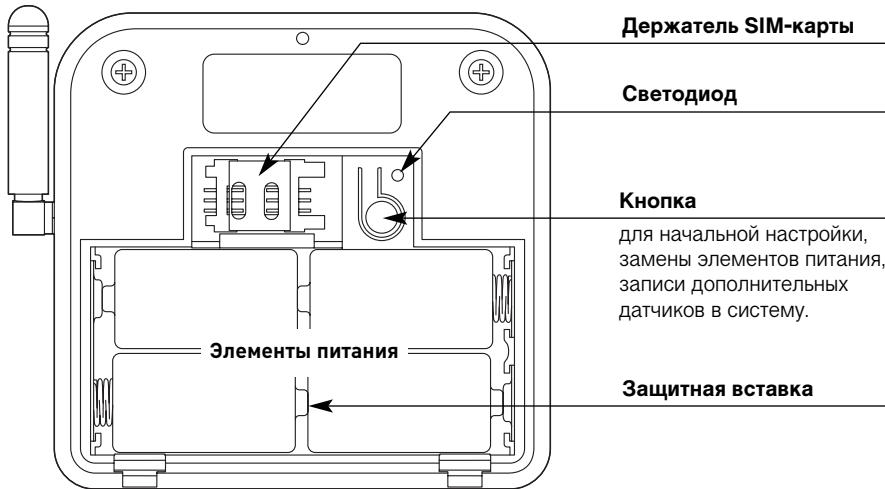

Рис. 6
1. Откройте крышку батарейного отсека. Для этого нажмите на две защёлки, приподнимите крышку, как показано на рисунке 5, и выньте её. Вы получите доступ к элементам, показанным на рис. 6.
5. Не прерывая телефонного соединения кратко нажмите и отпустите кнопку в GSM-блоке (см. рис. 6). Номер, с которого был совершен звонок, зарегистрируется в системе как «главный». Вы на связи с системой. В трубке телефона Вы услышите тревожное сообщение, записанное при заводской настройке системы: «Внимание, тревога! Сработала сигнализация».